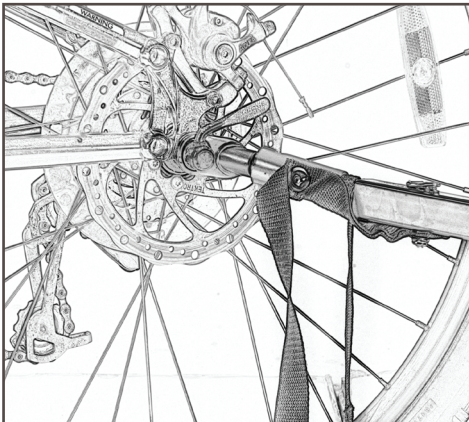

図26
1. トレーラーの牽引アームを自転車フレームのトレーラーヒッチに合わせるように配置します。牽引アームフレックスカプラーをトレーラーヒッチ上でスライドさせ、牽引アームの穴とヒッチの穴を合わせます (図26)。